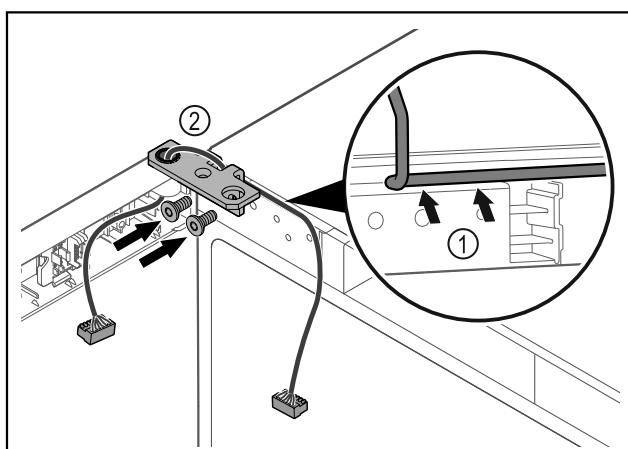

Fig. 63
► Вкарайте кабела през прореза на ъгъла на пантата и го положете внимателно Fig. 63 (1).
► Завинтете ъгъла на пантата Fig. 63 (2).